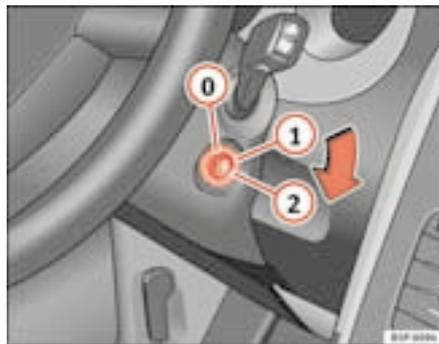

Fig. 97 Posizioni della chiave di accensione
In questa posizione ⇒ fig. 97 sia il motore che il quadro sono spenti e si può inserire il bloccasterzo.
- Girare la chiave fino alla posizione ⇒ pag. 137, fig. 97 ①. La spia  si accenderà nel caso di preincandescenza del motore.
- Quando la spia si spegne, mettere in moto girando la chiave nella posizione ②, senza dare gas.
- Girare la chiave fino alla posizione ⇒ pag. 137, fig. 97 .